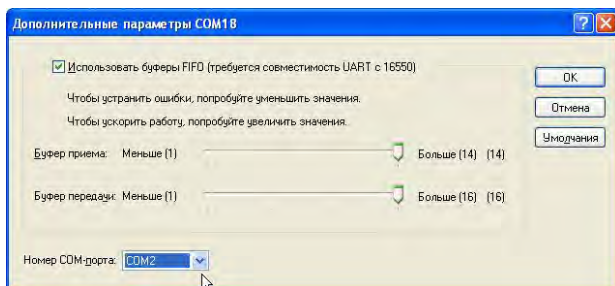

Рисунок 13
6.3.16 В окне «Дополнительные параметры COM», рисунок 13 выставить номер COM-порта в диапазоне [1..4]. Нажать кнопку «OK» принять все изменения, закрыть все окна.